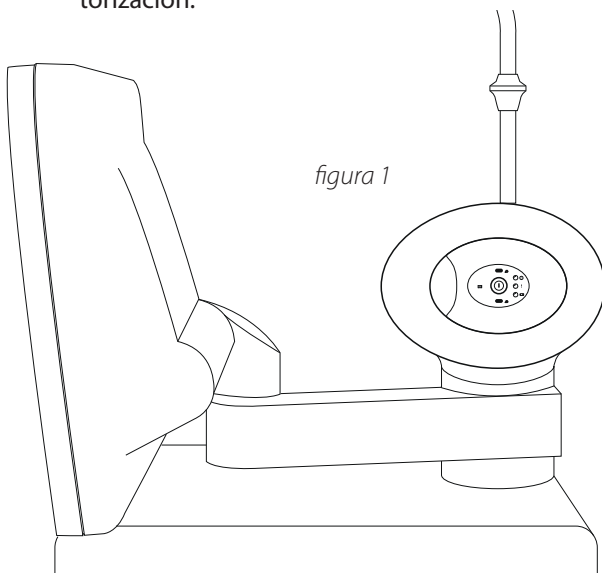

figura 1
1. Sujete la unidad de alarma al soporte para equipo i.v. / soporte para gotero de la máquina de diálisis (véase figura 1). Si esto no es posible, póngase en contacto con Redsense Medical para recibir asesoramiento. Conecte el adaptador de CA a la toma de red y al conector de color negro en la unidad de alarma (la figura 2 muestra el conector).